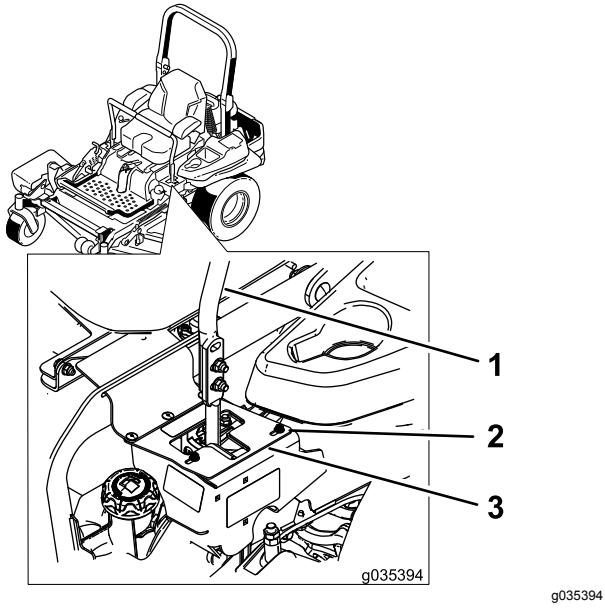

Figura 71
- para a ranhura em T esquerda até a máquina ficar a direito (Figura 71).
7. Se a máquina virar para a esquerda, desaperte os parafusos e ajuste a placa do batente direito para a ranhura em T direita até a máquina ficar a direito (Figura 71).
8. Aperte a placa do batente (Figura 71).